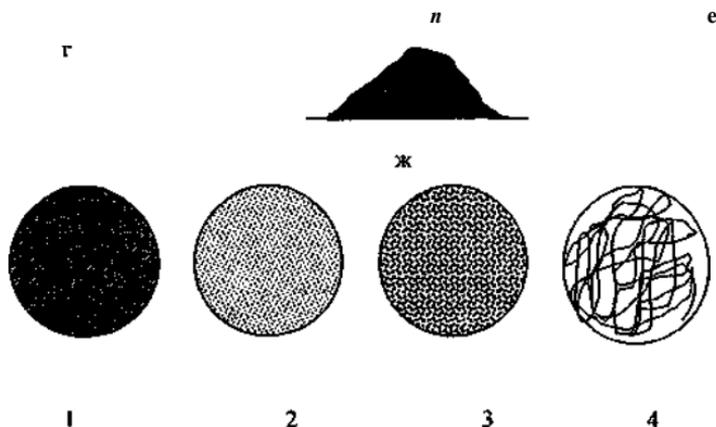

Рис. 15. Профиль и структура колоний
5. Край колонии - ровный, волнистый, зубчатый, бахромчатый, лопастный, реснитчатый, ворсистый, ветвистый, фестончатый (рис. 15).